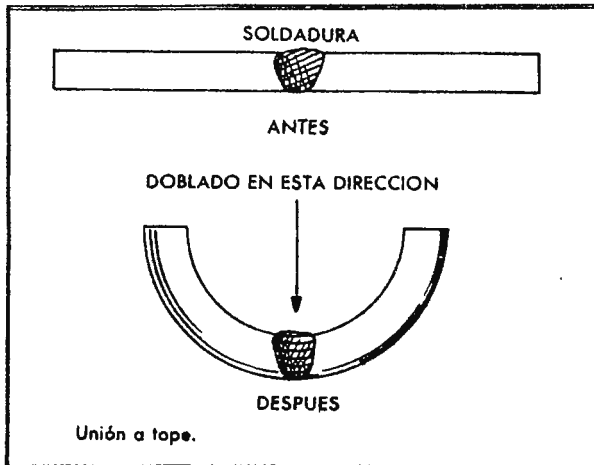

Fig. 7 Prueba de la unión a tope
2. La unión a tope debe doblarse hasta que forme una "U". (Fig. 7)